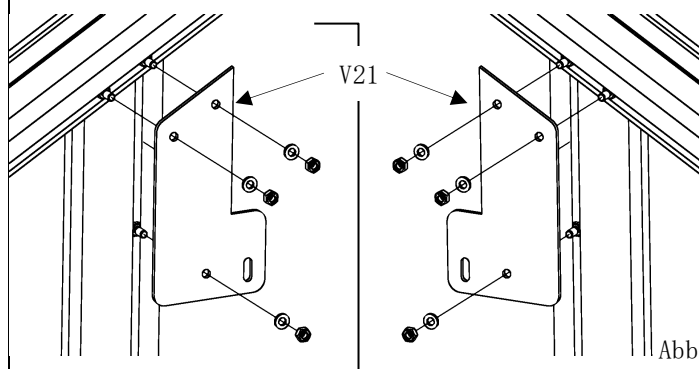

Abb. 21
- die Verschraubungen werden handfest angezogen! (Abb. 21)